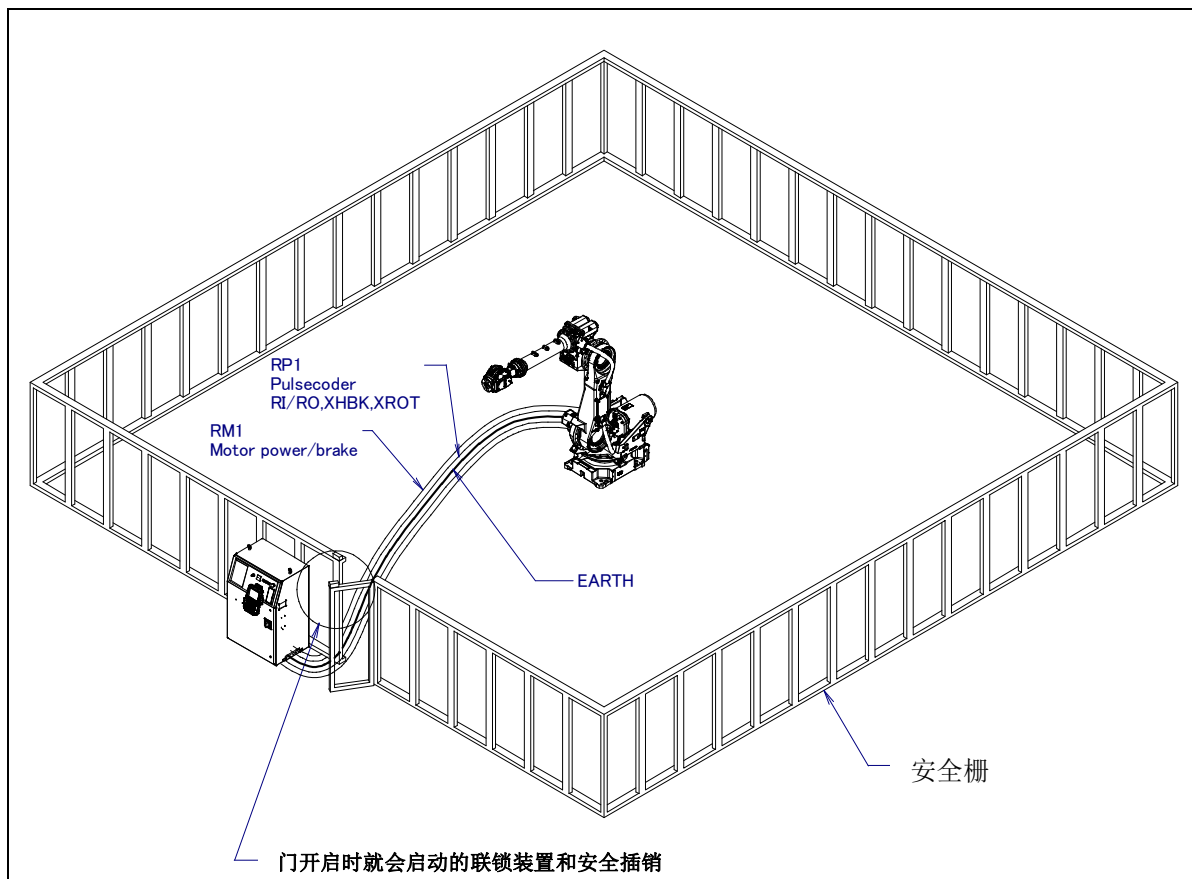

图 2.4.2 (a) 安全栅栏和安全门
- (9) 在进行外围设备的个别调试时，务必断开机器人的电源后再执行。
- (10) 在使用操作面板和示教器时，由于戴上手套操作有可能出现操作上的失误，因此，务必在摘下手套后再进行作业。
- (11) 程序和系统变量等的信息，可以保存到存储卡等存储介质中(选项)。为了预防由于意想不到的事故而引起数据丢失的情形，建议用户定期保存数据(见控制装置操作说明书)。
- (12) 搬运或安装机器人时，务必按照 FANUC 公司所示的方法正确地进行。如果以错误的方法进行作业，则有可能由于机器人的翻倒而导致使用者受重伤。
- (13) 在安装好以后首次使机器人操作时，务必以低速进行。然后，逐渐地加快速度，并确认是否有异常。
- (14) 在使机器人操作时，务必在确认安全栅栏内没有人员后再进行操作。同时，检查是否存在潜在的危险，当确认存在潜在危险时，务必排除危险之后再进行操作。
- (15) 在连接与停相关的外围设备(安全栅栏等)和机器人的各类信号(外部急停、栅栏等)时，务必确认停的动作，以避免错误连接。
- (16) 有关架台的准备，按照图 2.4.2 (c)，在安装或者维修作业时，请十分注意高地作业的安全。应考虑脚手架和安全皮带安装位置的确保。